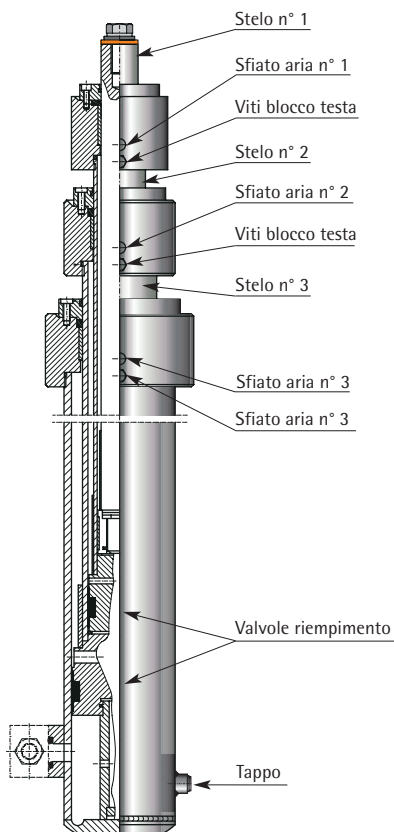

Fig. 20 Sfiati cilindro telescopico
- 3) Aprire tutti gli sfiati che si trovano sulle teste del cilindro (n° 3 per 3 stadi, n° 2 per 2 stadi) (vedi Fig. 20).